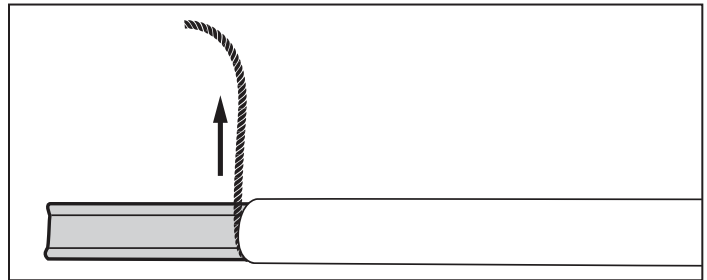

Figure 15-2
15.3.2. SÉPARATION DE LA TRESSE MÉTALLIQUE ET FORMATION D'UN BOUT DÉNUDÉ (Figure 15-2)